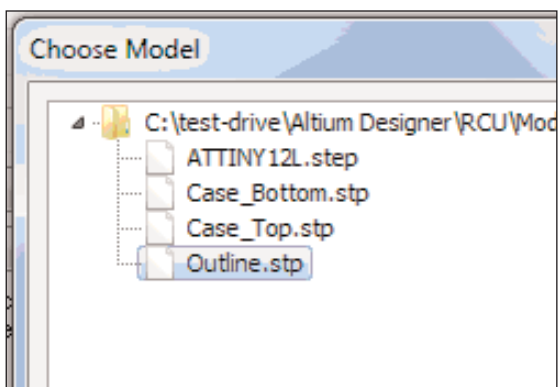

Рис. 55. Выбор модели
7. Выберите в списке файл *Outline.stp* (рис. 55) и нажмите *OK*.